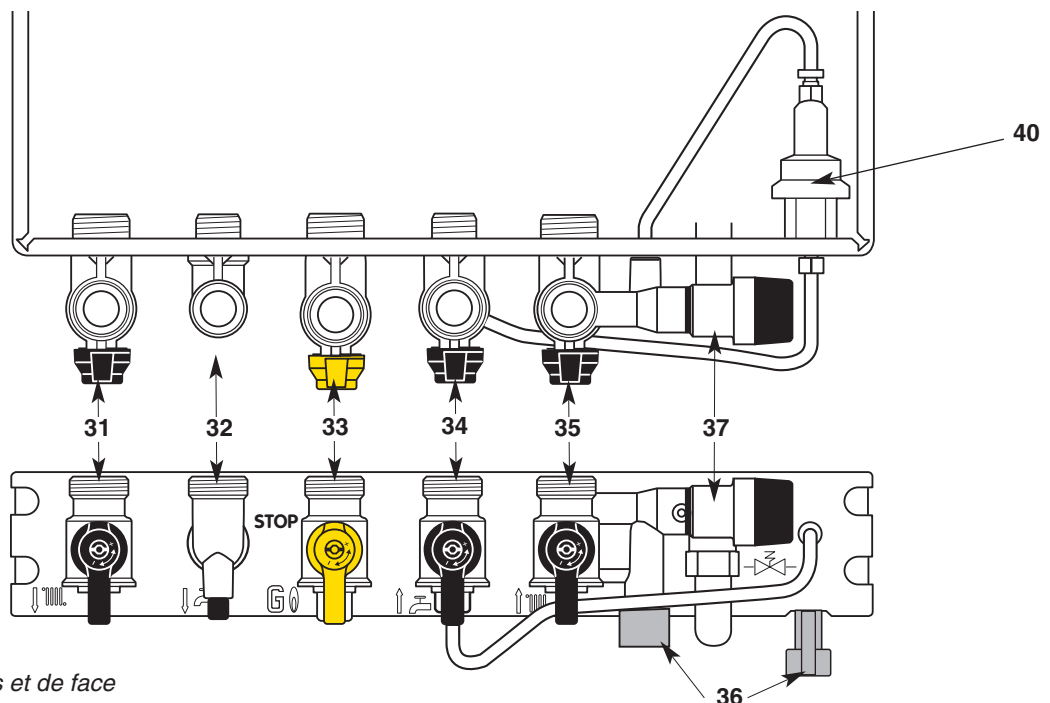

Fig. 22 - Vues de dessus et de face
Barrette robinetterie (fig. 22)
3. Ouvrez l'arrivée du gaz, robinet gaz **33** (fig. 22), sur la position .
- Coupez l'arrivée du gaz en tournant le robinet **33** (fig. 22), sur la position **STOP**.
*chauffage **31** (fig. 22).*